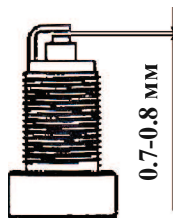

рис. 2
6.3.3 Рекомендуется проверить величину межэлектродного зазора, которая должна быть около 0.7...0.8 мм (рис. 2). При существенном отличии измеренной величины зазора указанным требованиям заменить свечу.